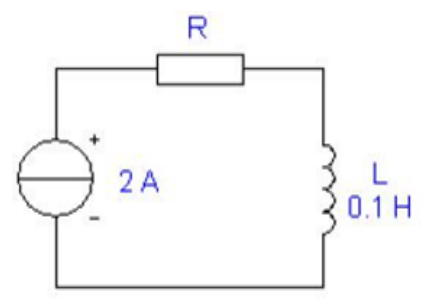

Рисунок 3.4.
7. Визначити, яка енергія накопичена в індуктивності L , що розміщена в електричному колі (рис. 3.4). Чи залежить вона від величини опору R ?